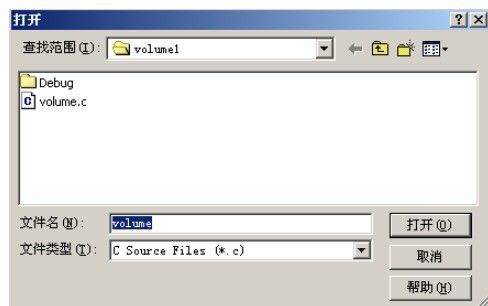

图 5.17 打开文件对话框
- (1) 选择“File→Open(文件→打开)”，将出现如图 5.17 所示打开文件对话框。